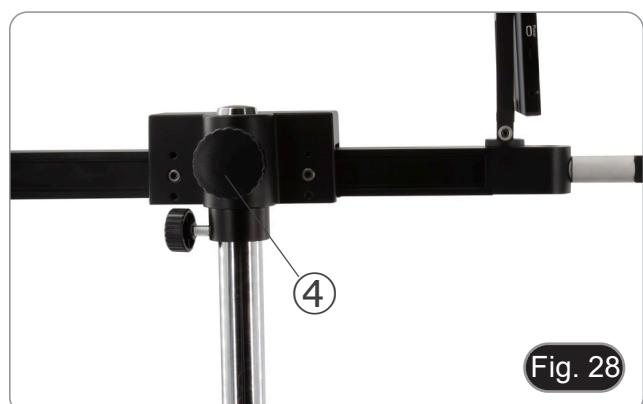

Fig. 28
1. Allentare leggermente la vite di bloccaggio ③ e inclinare la telecamera all'angolo desiderato, quindi bloccare nuovamente la vite. (Fig. 28)